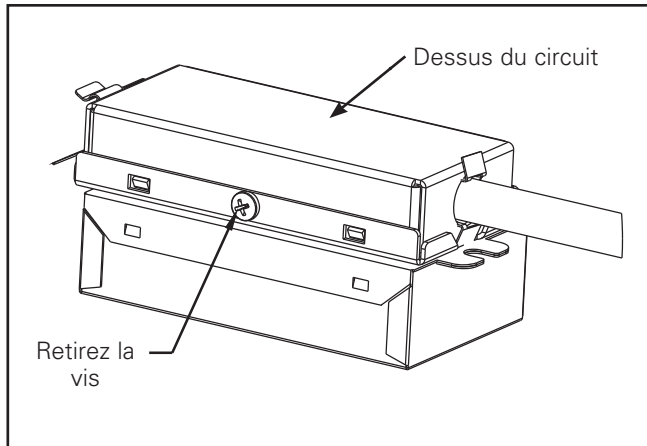

Figure 12
4. Retirez les deux écrous du circuit inférieur (voir la figure 12).